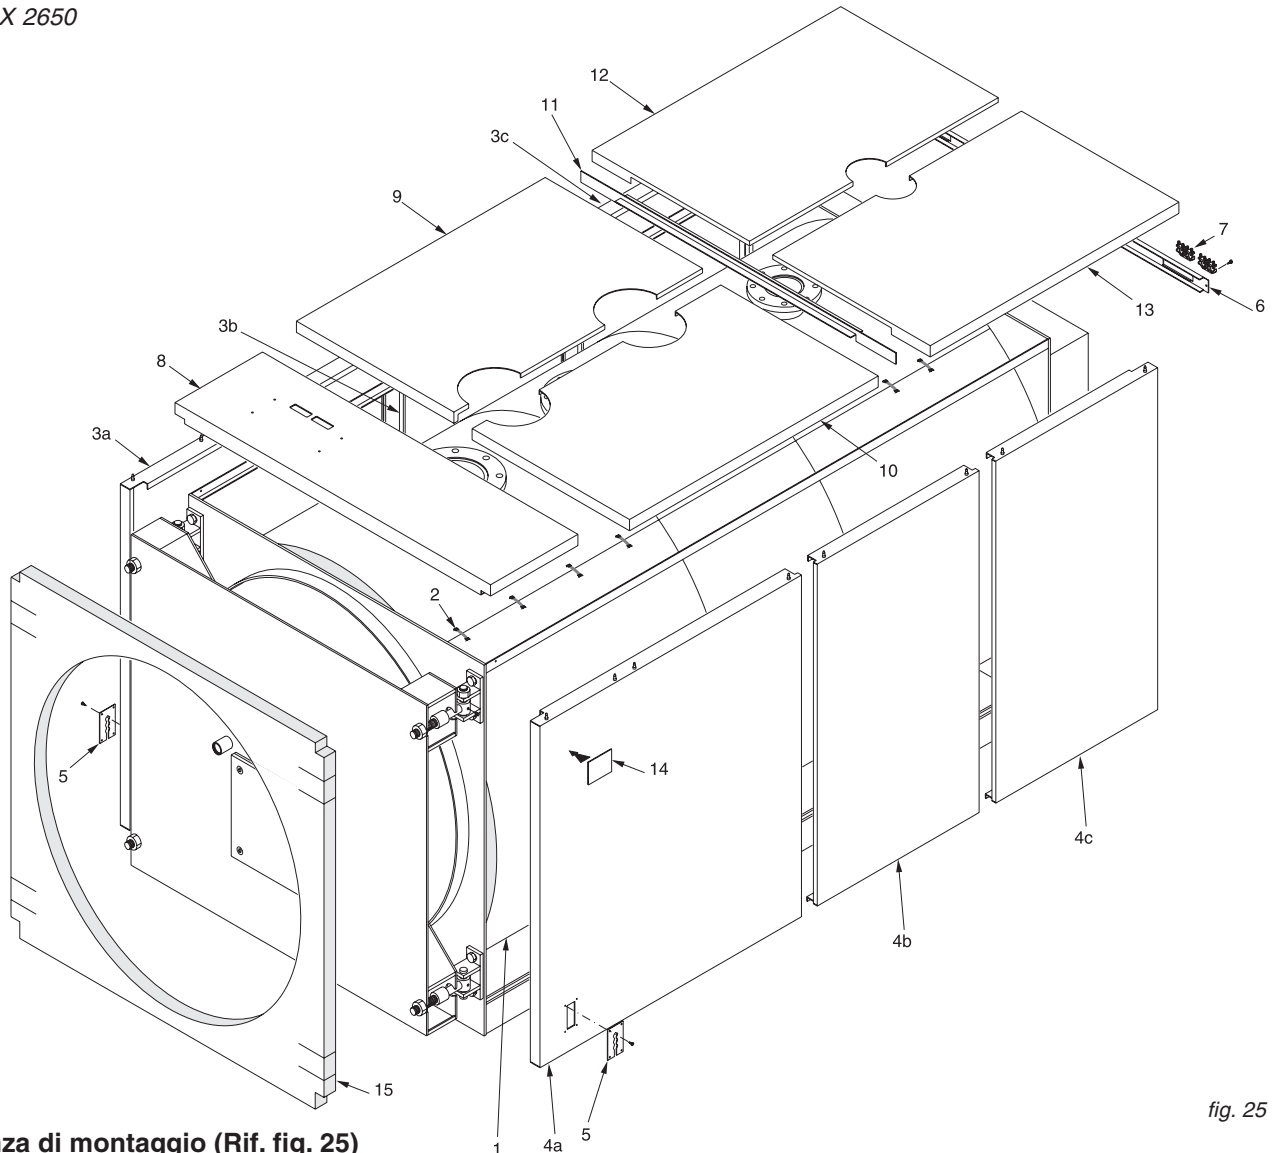

fig. 25
**N.B.** Per il modello **ELL 2650** (rif. fig. 25) il mantello e l'isolamento sono contenuti in 4 imballi.
### Sequenza di montaggio (Rif. fig. 25)